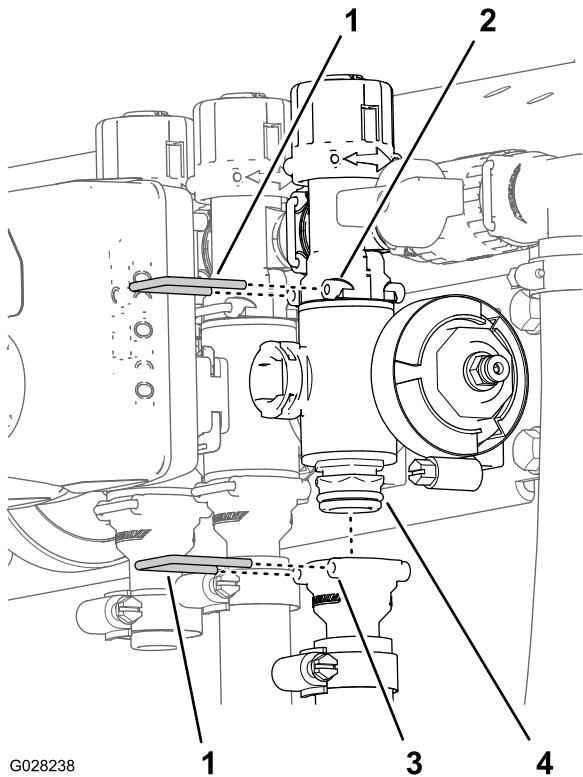

Figura 105
2. Rimuovete i fermi che fissano il raccordo di uscita al collettore per la valvola di sezione e il collettore della valvola al raccordo di bypass (Figura 105).